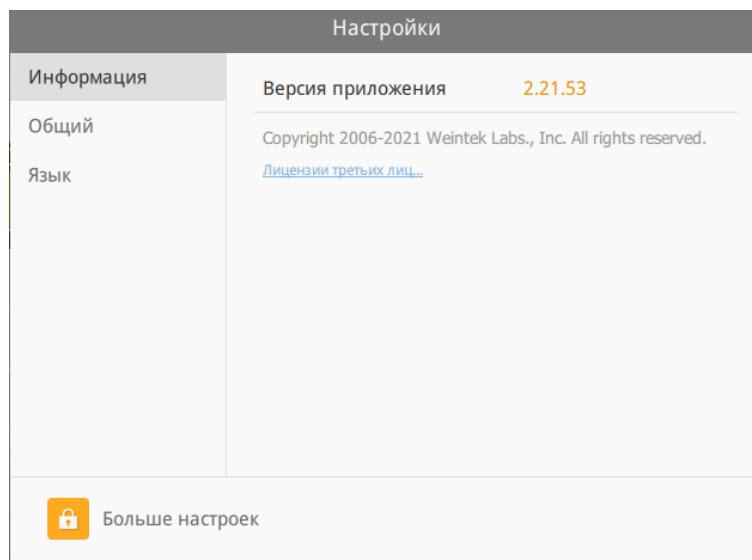

Рисунок 3.2 – Окно настроек ПО сMT Viewer
2. В открывшемся окне настроек (рисунок 3.2) необходимо нажать кнопку